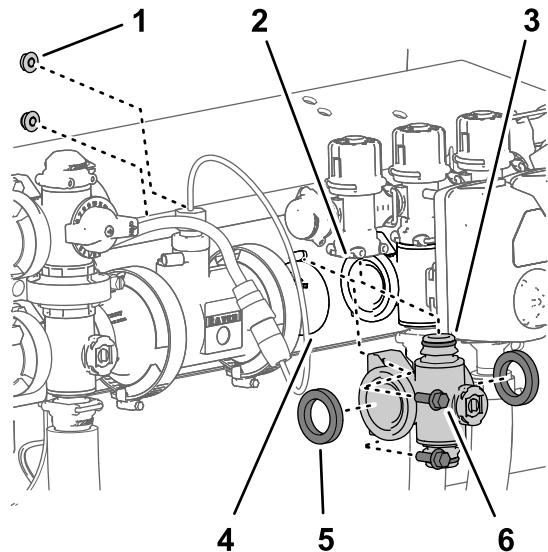
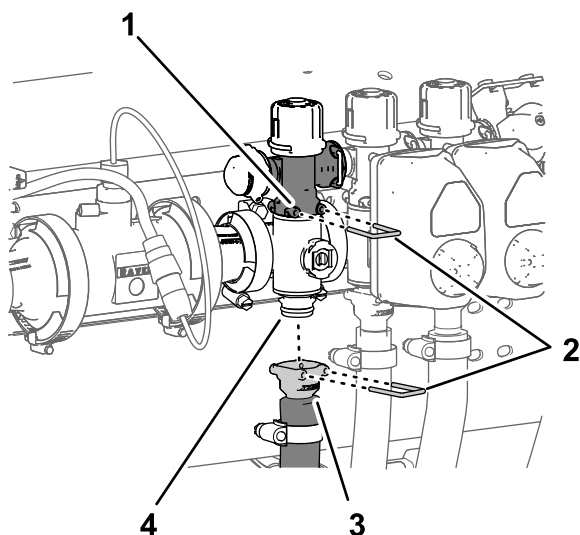

Figure 119
Figure 120
1. Alignez les 2 joints que vous avez retirés à la section Dépose de la valve de collecteur de section de rampe (page 86) et les brides du collecteur de vanne de section (Figure 119).
2. Alignez la bride du collecteur de vanne de section entre les brides des autres vannes de section et/ou adaptateur d'accouplement (Figure 119).
3. Fixez le raccord rapide du collecteur de vanne de section au raccord rapide femelle de la vanne de dérivation de section à l'aide d'un l'étrier de fixation (Figure 119 et Figure 120).
5. Pour les collecteurs de vannes de section gauche et droite, fixez le collecteur de vanne de section au support de vannes (Figure 119) à l'aide des 2 boulons à embase ($\frac{1}{4} \times \frac{3}{4}$ po) et des 2 contre-écrous à embase ($\frac{1}{4}$ po) que vous avez
- Fixez le raccord rapide du flexible de section au raccord rapide du collecteur de vanne de section à l'aide de l'étrier de fixation (Figure 120).